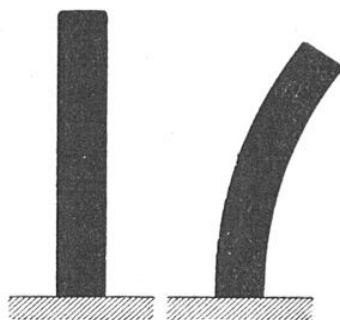

FIG. 4 ET 5. — DÉFORMABILITÉ SPONTANÉE DES GROS CRISTAUX MÉTALLIQUES
1.400.000.000.000.000.000.000.000, c'est-à-dire un million de fois plus de cubes que le microcristal de tout à l'heure. On produit ces gros cristaux par plusieurs méthodes : en refroidissant convenablement la vapeur du métal, en partant du métal fondu et en l'étirant avec une vitesse rigoureusement déterminée, en étirant un métal ordinaire dans des conditions convenables. Les propriétés de ces cristaux isolés sont *tout à fait inattendues* : en particulier, ils ont une extraordinaire plasticité ; le plus petit effort exercé sur eux détermine une déformation permanente ; par exemple, un gros cristal de cuivre (fig. 4), lorsqu'on le
Un gros cristal de cuivre, représenté en grandeur réelle (fig. 4), est abandonné une nuit à lui-même. On le retrouve, le lendemain matin, cintré comme l'indique la figure 5. Il y a très peu de temps qu'on se doute qu'un morceau de métal, parfaitement pur et d'un seul tenant, est presque aussi mou qu'une boulette de pain !